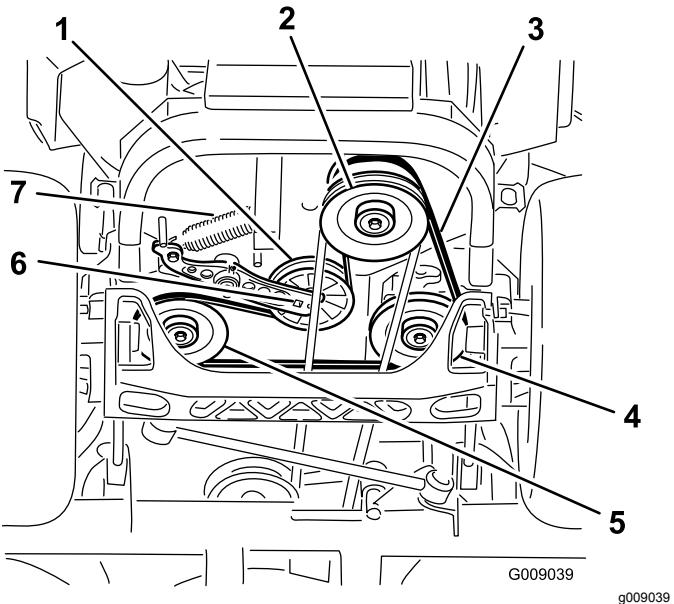

Bild 86
4. Heben Sie die Maschine an und stützen Sie sie mit Stützböcken ab (Bild 86).
5. Setzen Sie eine Ratsche in das rechteckige Loch im Spannarm ein, um die Spannscheibenfeder zu entfernen (Bild 86).
6. Haken Sie die Spannscheibenfeder vom Rahmen aus (Bild 86).
9. Setzen Sie einen Schraubenschlüssel in das rechteckige Loch im Spannarm ein, um die Spannscheibenfeder im Rahmen einzusetzen (Bild 86).